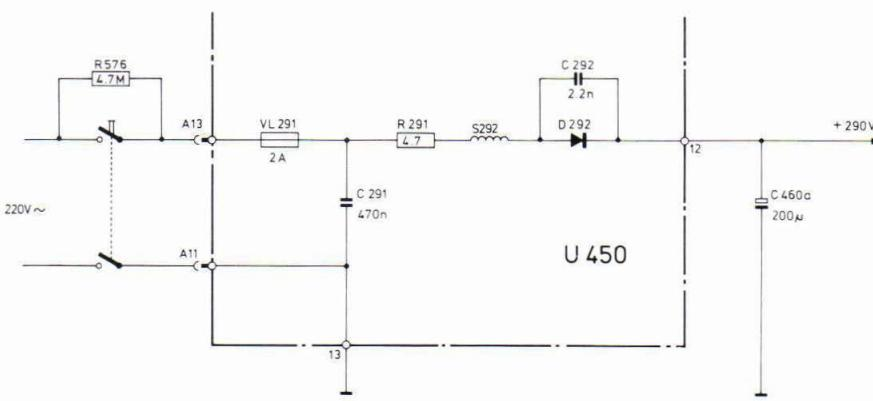

Fig. I-2
2. De gelijkrichter en aflatlakking (Fig. I-2)